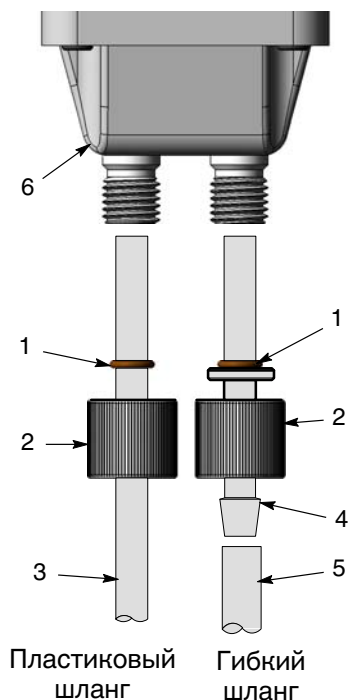

Рис. 3-12 Монтаж шланга насоса Prodigy HDLV
1. См. рис. 3-12. Отвернуть накидную гайку (2) и снять уплотнительное кольцо (1) с насоса.
2. Поставить уплотнительное кольцо на переходник шланга (4), чтобы оно прижалось к фланцу переходника.
3. Вставить конец переходника в сменный блок (6).
5. Натянуть гибкий порошковый шланг (5) на завершенный конец переходника.
2. Надвинуть накидную гайку на пластиковый шланг (3).
4. Протолкнуть пластиковый шланг в сменный блок (6) до конца.